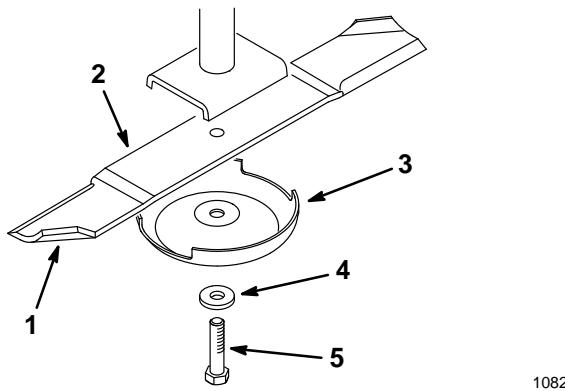
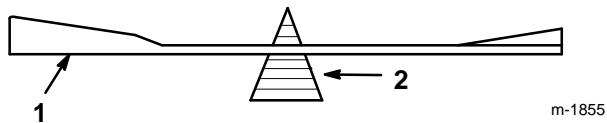

Abbildung 16
Abbildung 18
Schnittmesserschraube, Sicherungsscheibe, Schutzschale und Schnittmesser von der Spindelwelle entfernen (Abb. 16).
2. Das Gleichgewicht des Schnittmessers kontrollieren, indem es auf eine Schnittmesser-Symmetriereinrichtung gelegt wird (Abb. 18). Wenn das Schnittmesser in horizontaler Position bleibt, ist es ausgewuchtet und kann verwendet werden. Wenn das Schnittmesser nicht ausgewuchtet ist, nur etwas Metall vom Ende des Segelbereichs abfeilen (Abb. 16). Diesen Vorgang solange wiederholen, bis das Schnittmesser ausgewuchtet ist.
1. Das Schnittmesser an der Spindelwelle anbringen (Abb. 16).
2. Schutzschale, Sicherungsscheibe und Schnittmesserschraube anbringen (Abb. 16). Die Schnittmesserschraube auf 115-149 N•m (85-110 ft-lb) anziehen.